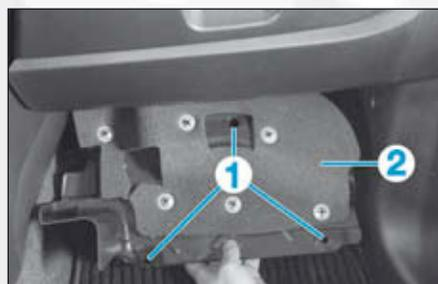

FIG.20
- les agrafes en (1) (Fig.20),
- la garniture inférieure droite (2),